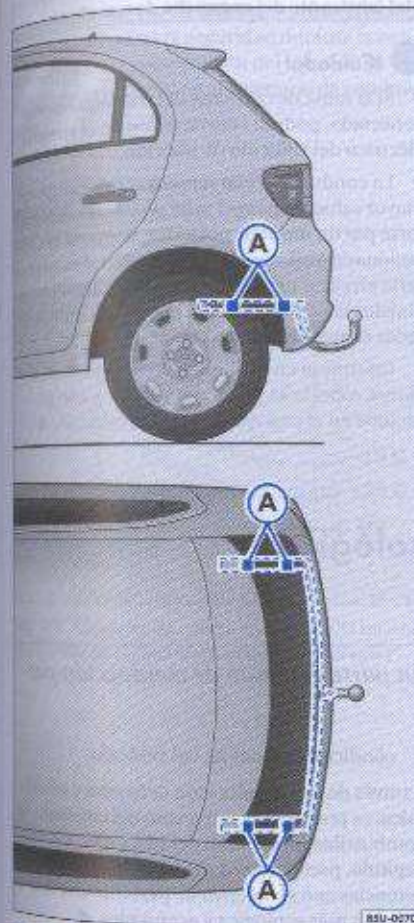
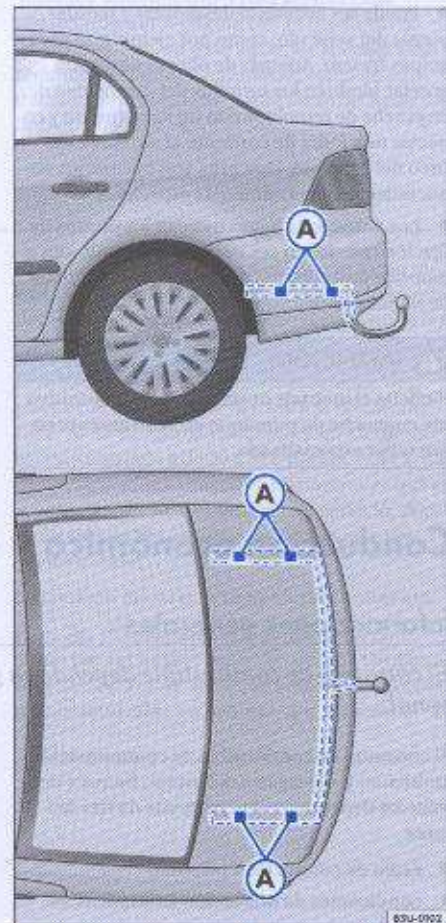

Fig. 101 Puntos de fijación del dispositivo de encastre de remolque - Gol
Fig. 102 Puntos de fijación del dispositivo de encastre de remolque - Voyage
El montaje posterior de un dispositivo de encastre de remolque deberá ser efectuado de acuerdo con las instrucciones del respectivo fabricante del encastre, siempre respetando los puntos de fijación indicados en la ⇒ fig. 101 (A) o ⇒ fig. 102 (A).